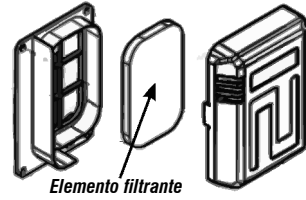

Fig. 22 – Elemento filtrante
- b. Retire el elemento filtrante (fig. 22). Si el elemento filtrante está sujo, lávelo con agua y detergente neutro.